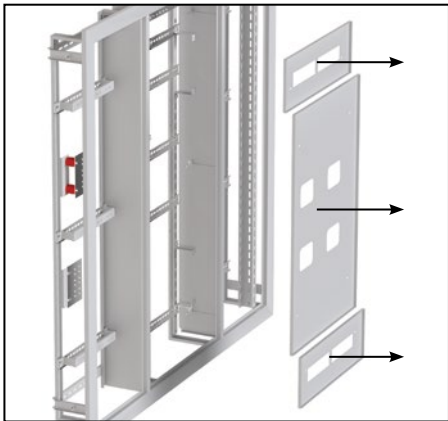

Рис. 48
1.1. Открутите саморезы, которые держат фальшпанели при помощи крестовой отвертки и извлеките их (рис. 48), саморезы сохранить.